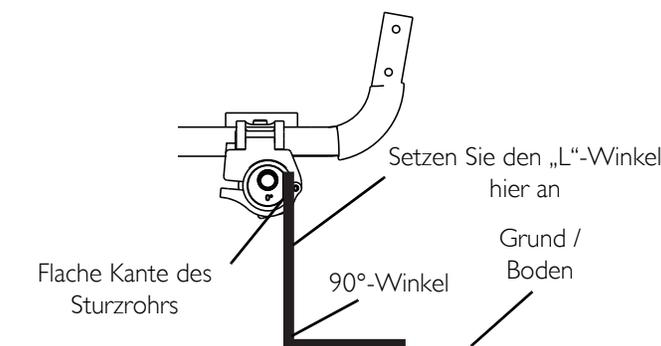

ABBILDUNG 5.18 Einstellen des Achsenrohrs - Sturzrohr mit individuellem Sturz
HINWEIS: ABBILDUNG 5.18.
2. Drehen Sie das Achsenrohr mithilfe eines „L“-Winkels, bis sich die flache Kante des Sturzrohrs in einem 90°-Winkel zu dem Grund/Boden befindet, wie in ABBILDUNG 5.18 dargestellt.